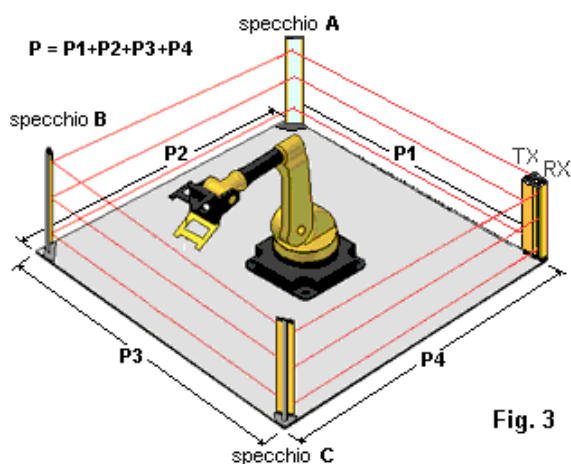
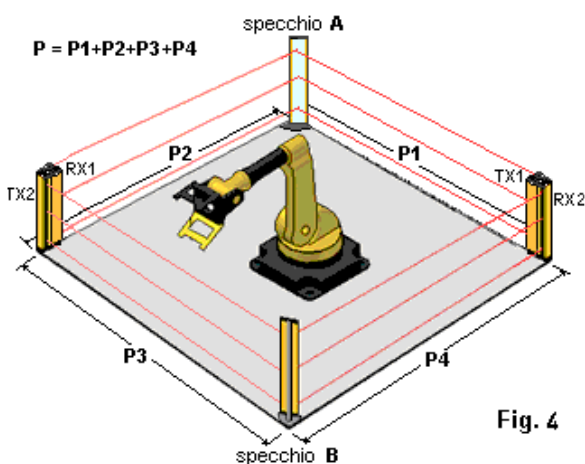

Fig. 3
Fig. 4
- protezione **totale** (quando la barriera protegge 4 lati impiegando 3 specchi come da fig. 3. Se il perimetro è elevato questa soluzione è sconsigliata per la difficoltà di allineamento, si consiglia l'uso di due barriere abbinata a due specchi come da fig. 4